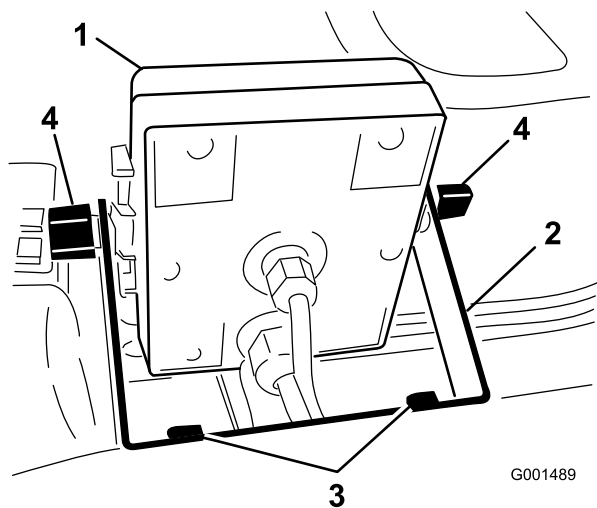
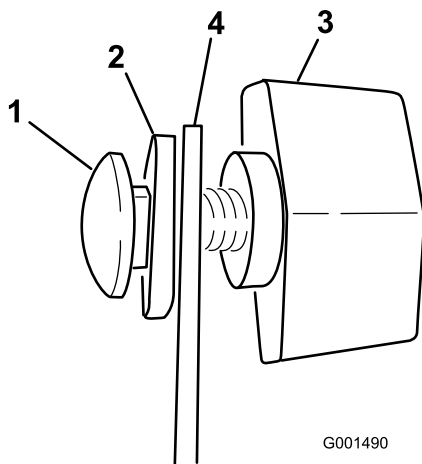

図 5
図 6
2. モニタのブラケットをダッシュボードに取り付ける ; フランジヘッド・ボルト (1/4 x 3/4 in) 2本とフランジ・ナット (1/4 in) 2本を使用する (図 5)。
3. キャリッジボルト、ゴム・ワッシャ、ノブ 各 2 個を、図 5 および図 6 のように仮止める。
- ブラケットにスプレープロを取り付け (図 5)、ノブで固定する。